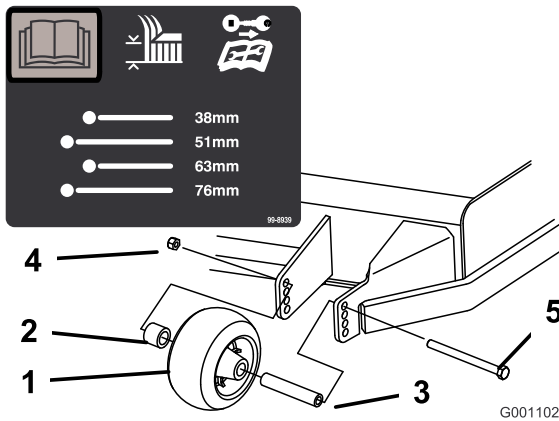
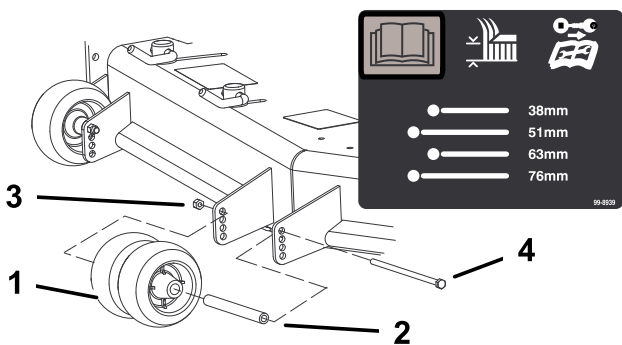
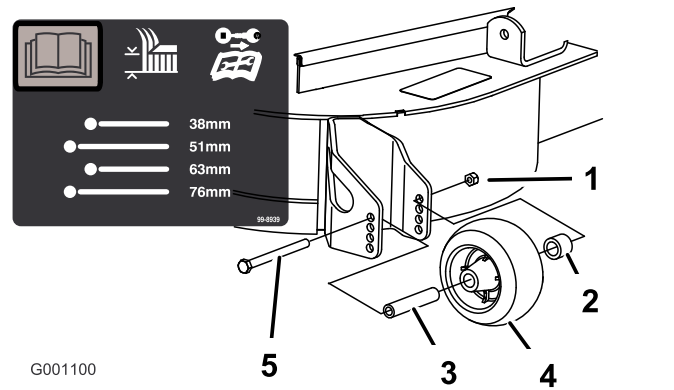

Bild 30
Bild 31
Bild 32
3. Stellen Sie die Antiskalpierrollen ein, wie in **Bild 30**, **Bild 31** und **Bild 32** abgebildet.